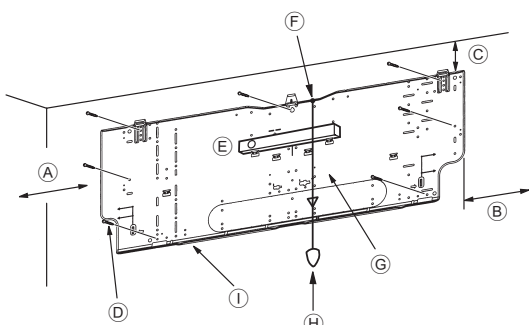
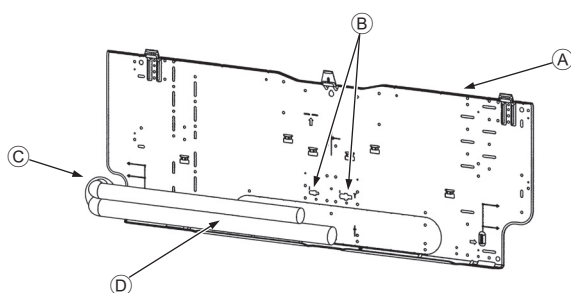

Fig. 3-4
Fig. 3-5
■ PKFY-P-NKMU-E2 (Fig. 3-4)
- D Tornillos de fijación (4 × 25) ②
- I Placa de montaje ①
3.3. Cuando coloque los tubos en la pared (Fig. 3-5)
- A Placa de montaje ①